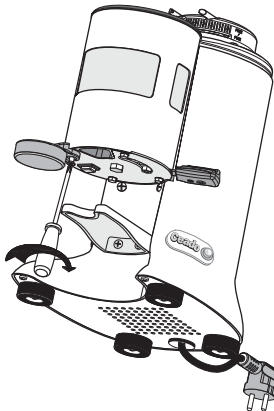

Abb. 11
- 3** Die Befestigungsschraube anschrauben und gut anziehen (Abb. 11).